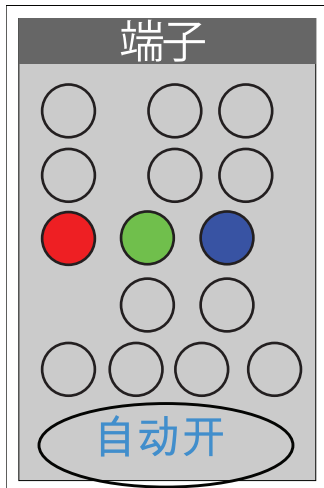

图 17.显示重新连接状态的 RCD 端子字段。
3. 使用光标键或旋钮高亮显示**自动重连**，并按**选择**功能键或者按入旋钮。请参见图 17。